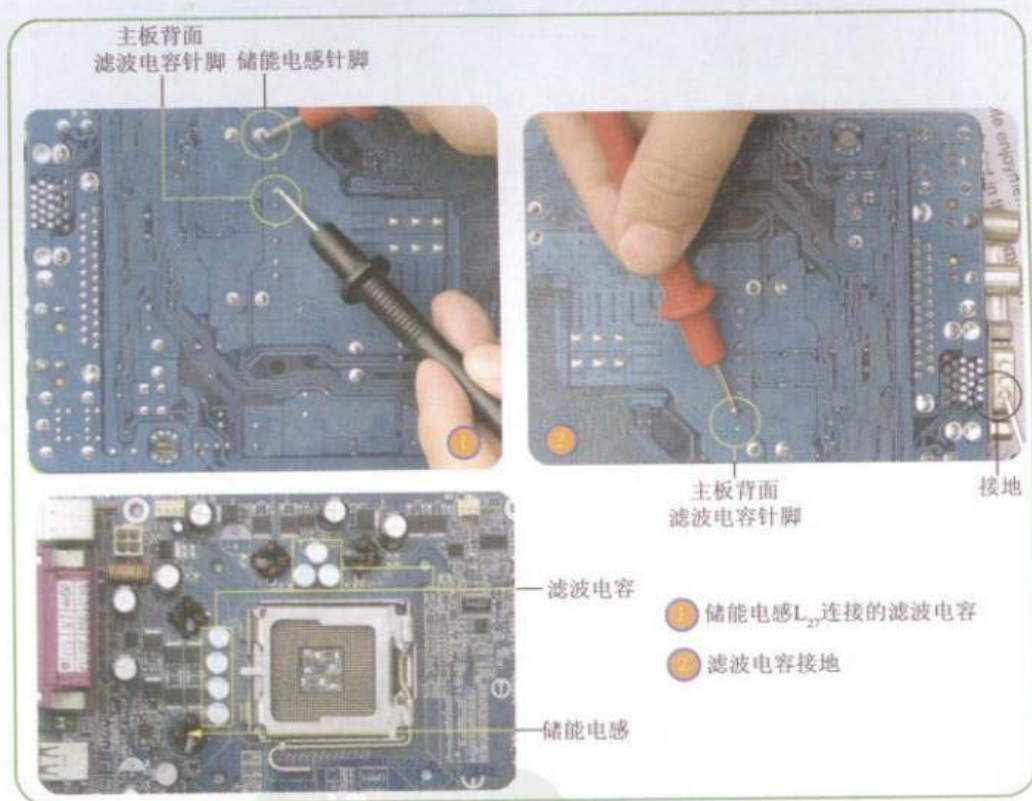

图8-56 测量储能电感连接的滤波电容的线路
**Step 04** 测量储能电感  $L_2$  连接的滤波电容 (CE24 ~ CE27等) 的线路, 及滤波电容接地的线路, 如图8-56所示。